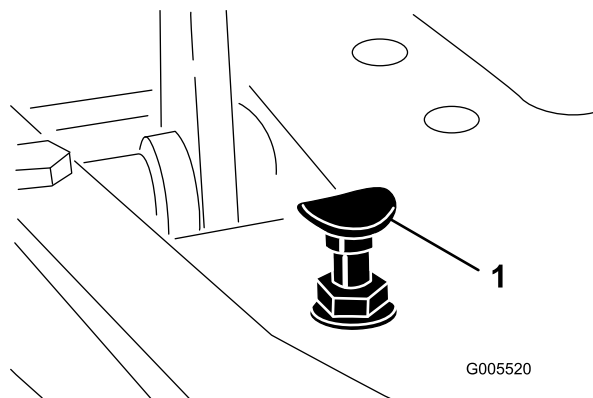

Figure 52
Pour obtenir la vitesse de transport maximale, placez le sélecteur de fonction en position de transport et appuyez sur la pédale de déplacement. Si la pédale touche la butée (Figure 52) avant que la tension soit ressentie sur le câble, un réglage est requis.
1. Placez le sélecteur de fonction à la position de transport et desserrez le contre-écrou de fixation de la butée de pédale au plancher (Figure 52).